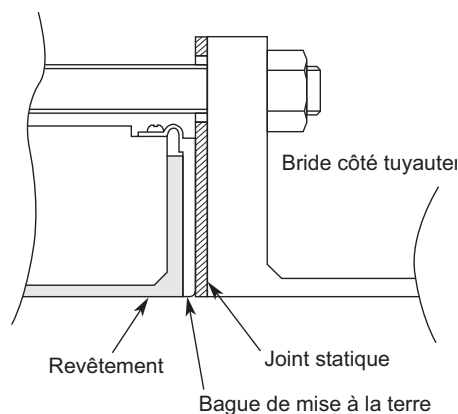

Figure 2-15 Installation pour bague de terre en acier inox SUS et tuyauterie métallique
- Installez le tube de mesure comme indiqué Figure 2-15. Le couple de serrage des boulons ne dépend pas du matériau du joint. Voir Tableau 2-1 à la page 2-12 pour le couple à appliquer. Pour le diamètre intérieur des joints, voir Tableau 2-2 à la page 2-15.